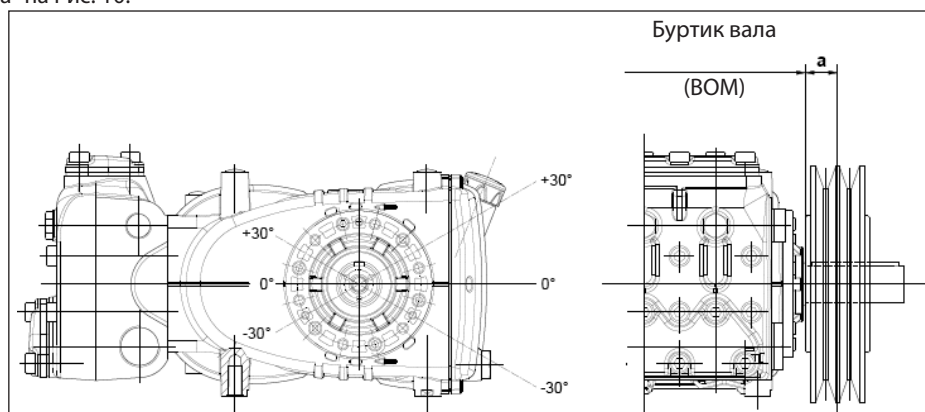

Рис. 10
Передача считается соответствующей, если данная нагрузка прилагается на максимальном расстоянии **a=30 мм** от буртика вала (BOM), как указано на Рис. 10.
- б) Пользуйтесь ремнями с высоким КПД, например, **XPB** вместо **SPB**, поскольку в этом случае потребуется меньшее количество ремней при одинаковой передаваемой мощности, что в свою очередь сократит расстояние между результирующей силой и буртиком вала (BOM) "а" на Рис. 10.